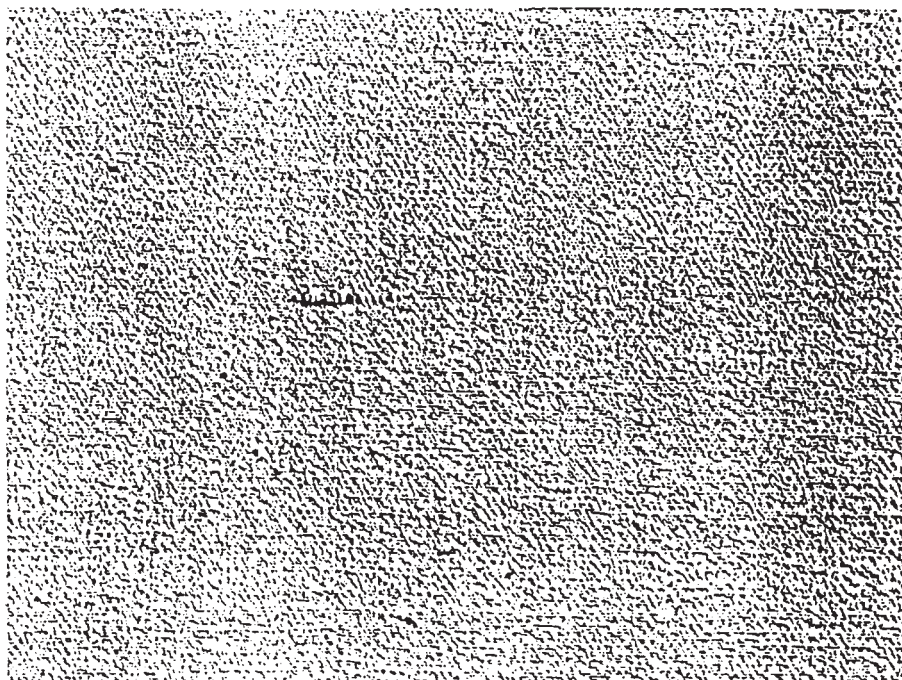

Bild 12
3.5 Fremdkörper im Gewebe: Materialfremde Einlagerung im Gewebe (siehe Bild 12).